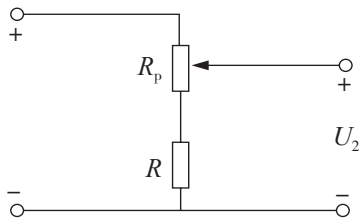

图 1-41 简答题 2 电路图
2. 采用串联电阻的分压作用实现音量调节的电路如图 1-41 所示。设信号输入电压 $U_1=2\text{ V}$, 电阻 $R=510\ \Omega$, 电位器的阻值 R_p 可在 $0 \sim 5.1\text{ k}\Omega$ 范围内连续调节, 试计算输出电压 U_2 的调节范围。